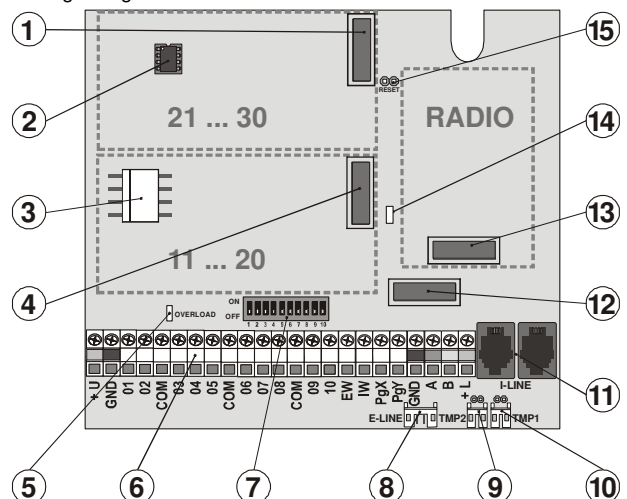

Bild 1 Grundplatte der Vermittlungsanlage
1. Stecker für den zweiten Modul der Drahteingänge JA-82C – bestimmt für den Modul der Eingänge mit der Adresse L21 bis L30. Für seine Funktion muss immer der erste Modul (Bild 1, Position 4).
Beim Ansetzen von nur einem Modul JA-82C (Erweiterung auf zwanzig Eingänge) muss die Position 4 Modul benutzt werden - siehe Bild 1.
Das Funkmodul JA-82R wird in die Position 13 siehe Bild 1 eingefügt. Die Antenne für das Modul ist in der Beipackung und wird durch das einschieben in die Fugen an den Seiten des Schrankes montiert siehe **Bild. 9**. Somit kommt es zum Verbinden des Steckers der Antenne mit den Pins auf den Modul JA-82R. Durch das einlegen des Moduls ist es möglich in das System die drahtlosen Elemente zu lehren.